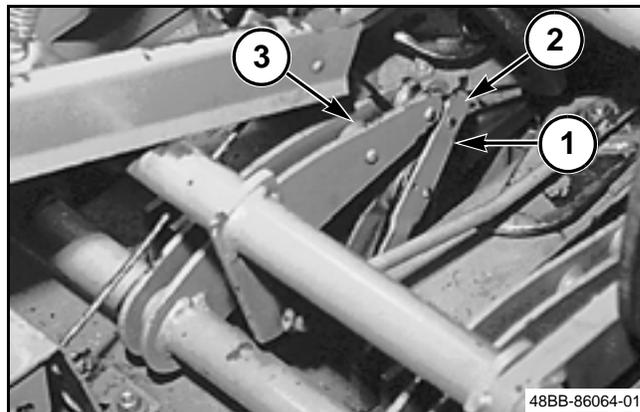

FIG. 76
FIGS. 76–77: Gire manualmente el volante para levantar las agujas (1) hasta que los rodillos superiores (2) de las agujas estén a nivel con los rodillos del brazo del plegador (3).